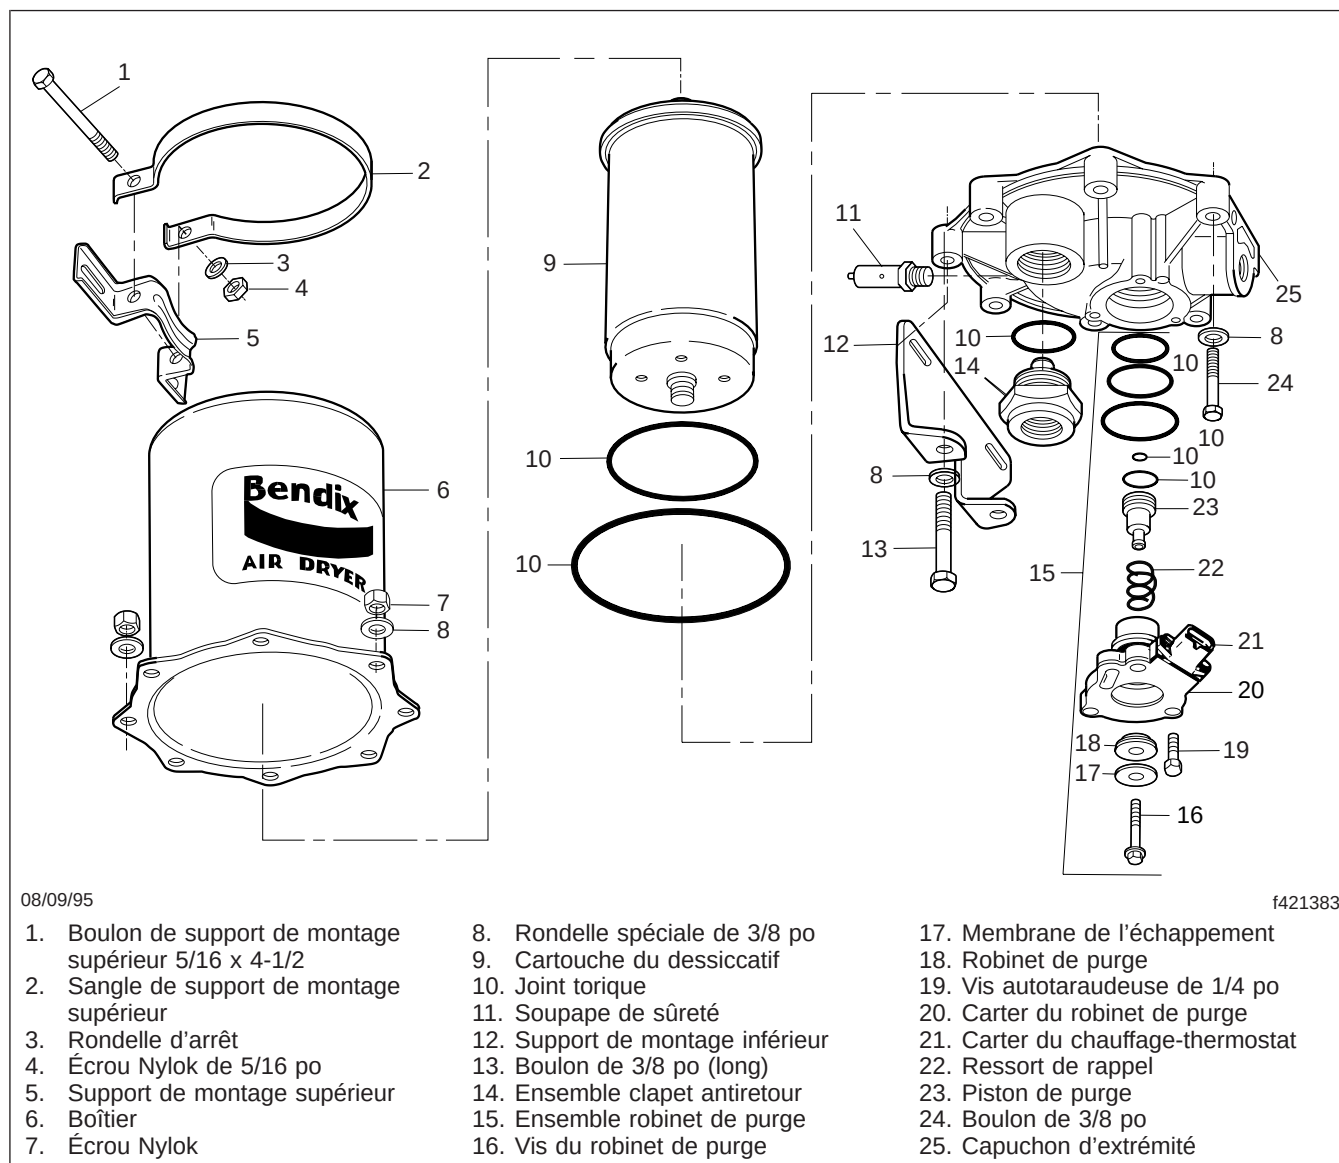

Fig. 1, Dessiccateur d'air AD-9 (éclaté)
8. Placez le dessiccateur d'air sur un banc et enlevez les 6 boulons, 12 rondelles et 6 écrous Nylok restants, ainsi que le boîtier du dessiccateur d'air. Voir la **figure 1**. Jetez les écrous Nylok. Enlevez le joint torique qui se trouve entre le capuchon d'extrémité et le boîtier.